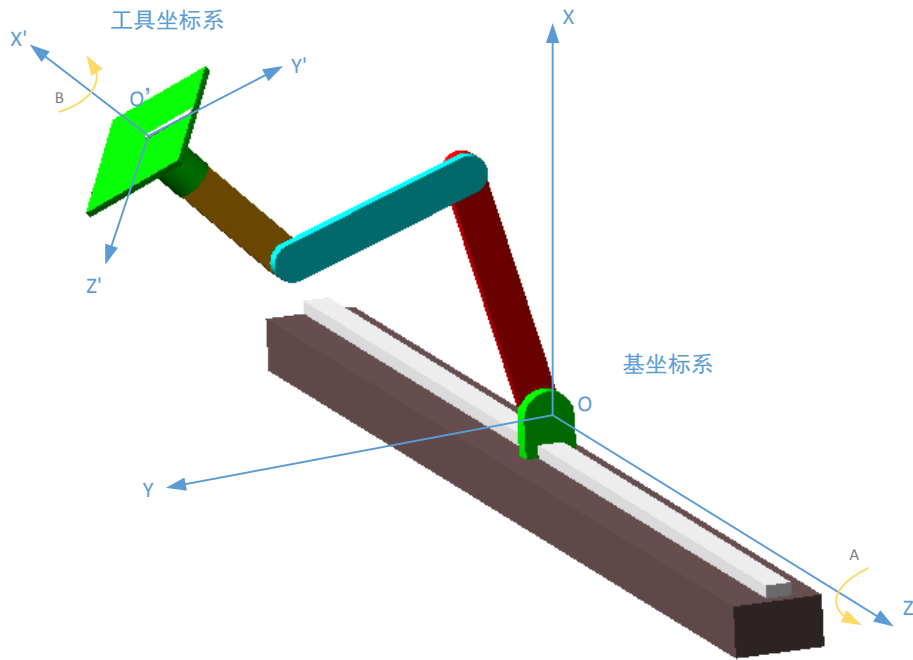
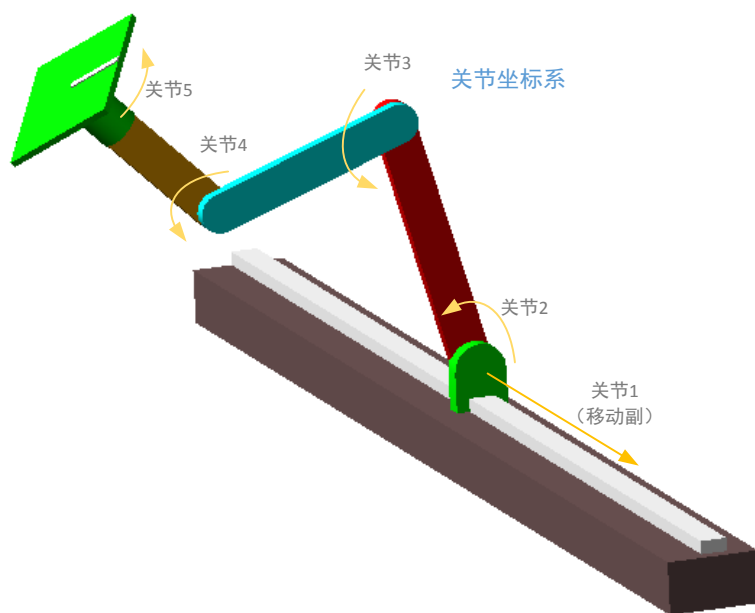
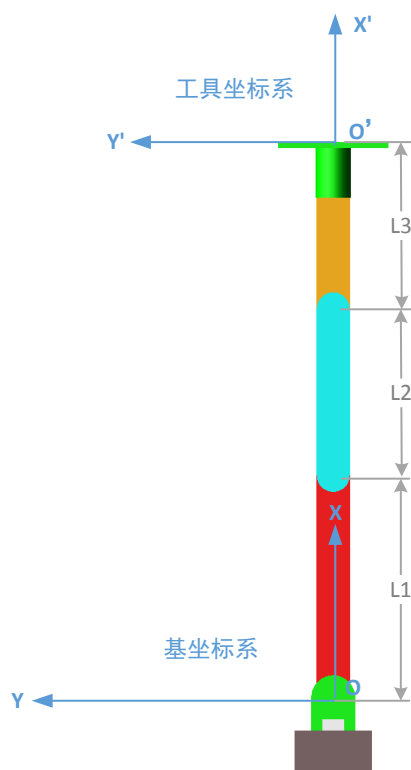

图 206 5 自由度 SCARA 机械手基坐标系、工具坐标系定义 (笛卡尔坐标)
图 207 5 自由度 SCARA 机械手关节坐标系定义（广义坐标）
图 208 5 自由度 SCARA 机械手关节角零点位姿
定义基坐标系、工具坐标系、关节坐标系如图 206、图 207 所示，关节角零点位置如图 208 所示。
姿态描述采用欧拉角，即绕动坐标系的旋转定义方式，旋转顺序为 Z-X'，分别对应图 206 中 A 轴、B 轴。
关节角的零点位置如图 208 中所示。在回零操作完成后，只要零点位置未发生改变，则可在任意位置调用该指令。
- (1) 长度单位为用户单位，角度单位为角度制 ($^{\circ}$)；
- (2) 务必保证关节角的零点位置如图 208 中所示；
- (3) 可使用 `HMC_Cancel(AxisID,CancelMode)`撤销该指令，撤销时传入的轴号必须为 5 个驱动轴中的最小轴号；
- (4) 指令调用成功后，首次被执行时，会根据当前关节角初始化工具坐标，之后在此初始位姿基础上运动；
- (5) 指令首次被执行时会把驱动坐标空间及用户坐标空间各轴的 `RepMode` 设定为有限行程，用户可根据机构具体结构设定机构各关节角的软限位参数。在指令运行过程中不允许修改 `RepMode`，否则可能会发生坐标转换错误。
- (6) 可根据机构实际情况设定机构各关节角的限位值；
- (7) 调用该指令初始化成功后，用户在基坐标系内编程，不允许调用 `HMC_DefPos` 或 `HMC_DefOrigin` 指令重新设定基坐标系或关节坐标系内的各轴坐标值，否则坐标转换时会产生严重的偏差。如果用户需要使用相对坐标系，可在工程程序中自行进行坐标偏移换算；
- (8) 该指令运行时不允许对基坐标系中的轴使用 `HOME` 指令，因 `HOME` 指令在回零完成之时会有 `DPOS` 和 `Mpos` 的跃变，从而造成坐标转换后关节轴输出的跃变；
- (9) 机构存的可达工作空间是有限的，如果规划的路径超出了其可达工作空间，出于安全考虑，指令会被撤销。请根据机构参数，合理规划工作空间，确保工作空间位于机构可达工作空间之内（可用 `HMC_Scara5ReverseKinematics` 指令辅助校验规划的工具坐标是否合法）。